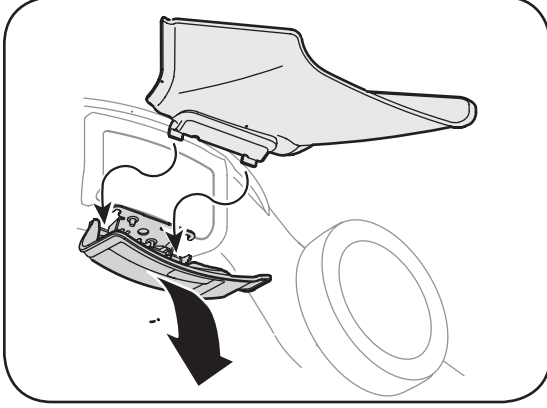

Figure 3-7
- a. Relevez le bouchon de déchiquetage à charnière qui se trouve sur le côté du plateau de coupe. Voir la Figure 3-7.